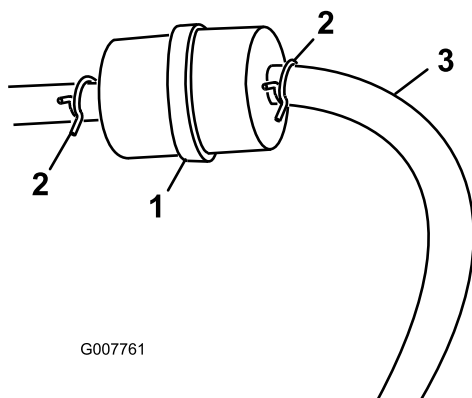

Figura 27
3. Aperte as pontas dos grampos da tubagem e afaste-as do filtro (Figura 27).
5. Instale um filtro novo e coloque as braçadeiras junto ao filtro (Figura 27).
3. Desaperte a braçadeira do tubo no filtro de combustível e deslize-o para cima do tubo de combustível afastando do filtro (Figura 27).
4. Desligue o tubo de combustível do filtro (Figura 27).
Nota: Deixe a gasolina drenar para uma lata ou recipiente de combustível (Figura 27).
combustível para prender o tubo de combustível (Figura 27).